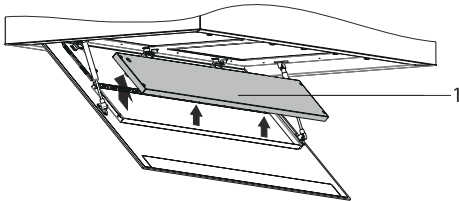

Abb. 31
3. Nehmen Sie die Beleuchtungsdeckel der LED Lampe (Abb. 31/1) dessen Sie die Schrauben gelöst haben in Pfeilrichtung ab (Abb. 31).